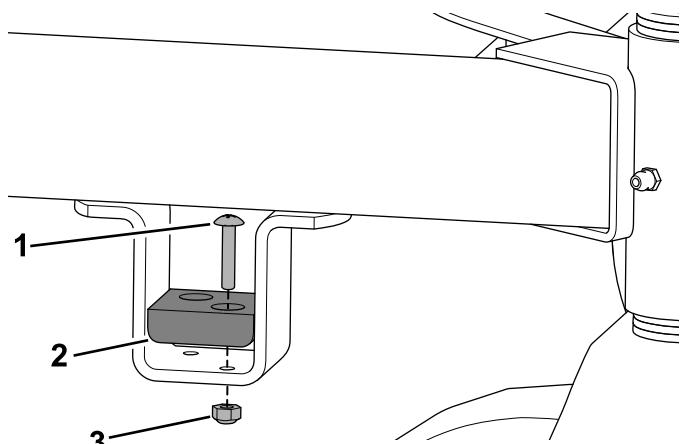

図 14
7. クッションとクッションスペーサをキャリアフレームに固定するねじ $\#10 \times 1$ インチ2本とロックナットを使用する図14。